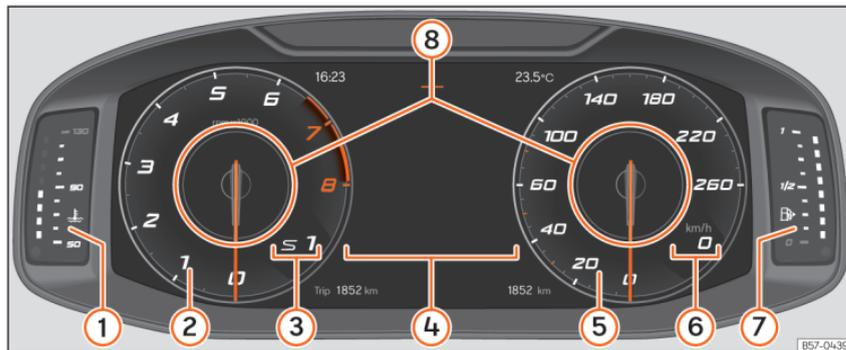

Fig. 54 SEAT Digital Cockpit no painel de instrumentos (vista clássica).
Em todas as vistas é possível personalizar a informação que aparece em **Perfis de informação** »» **Fig. 54 ⑧**.
Os ponteiros de rotações por minuto e do velocímetro aparecem em todo o seu comprimento »» **Fig. 54.**